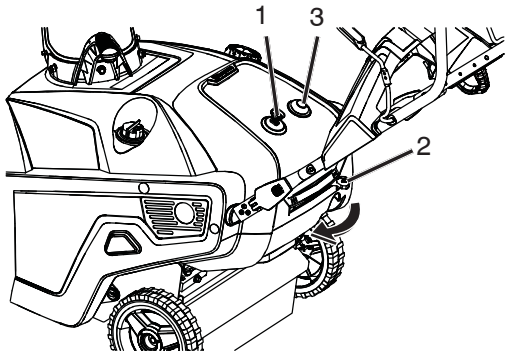

Figure 10
1. Insérer la clé (Figure 10).